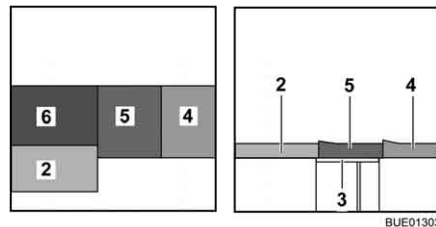

Fig. 130 Después de la transformación
- Colocar el cojín del asiento (Fig. 130,5) en el centro.
- Colocar el cojín del respaldo (Fig. 130,4) entre el cojín del asiento y la pared.